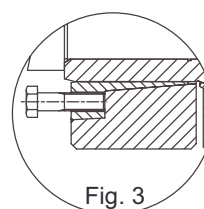

Fig. 3
- Nel caso gli anelli del giunto non si separassero spontaneamente dopo avere allentato le viti, trasferirne alcune (n°2 viti a 180° - n° 4 viti a 90°) nei fori d'estrazione dell'anello interno (vedi fig. 3).